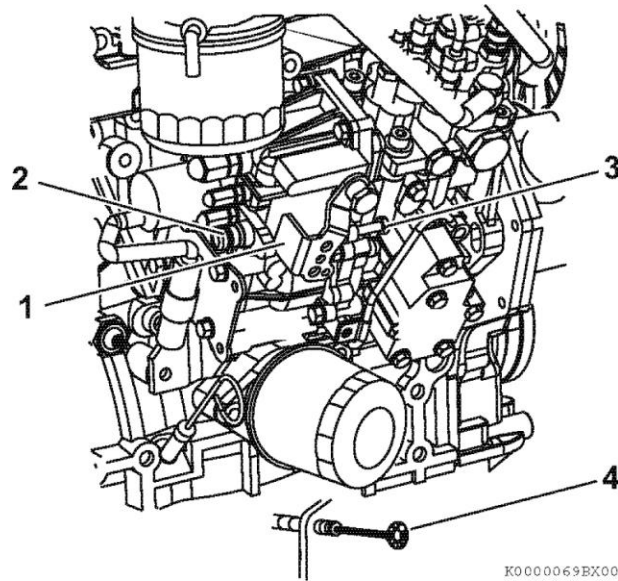

Рисунок 47
1. Проверьте, имеет ли рычаг регулятора (рисунок 47 (1)) жесткий контакт с винтом ограничения высоких оборотов холостого хода (рисунок 47 (2)) и с винтом ограничения малых оборотов холостого хода (рисунок 47 (3)), когда блок контроля числа оборотов двигателя находится в положении максимальной скорости или в положении малых оборотов холостого хода.